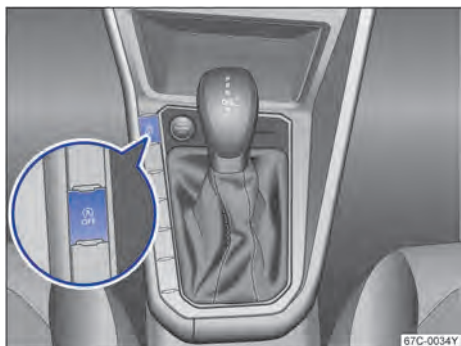

图 86 启停系统按钮
- 按两次按钮 (C) → 图 86。
- 按下按钮 (C) → 图 86。